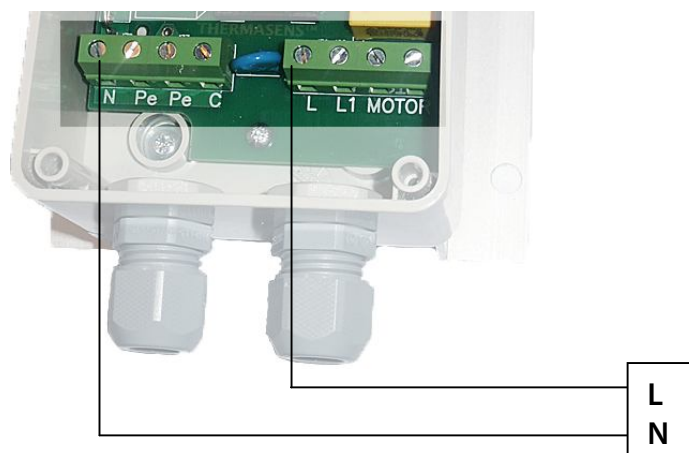

Рис. 2 Подключение прибора к сетям 200-255В, 1 фаза, 50-60 Гц.
Сеть должна подключаться к клеммам (L), (N), как показано на Рис. 2. Напряжение питания: 200-255В переменного тока, 50-60 Гц. При этом прибор осуществляет автоматическую настройку под питающее напряжение. В приборе применена клеммная колодка винтового типа. Вставьте провод в прямоугольное отверстие в корпусе клеммы и затяните винт клеммника при помощи отвертки. Проверьте надежность соединения.